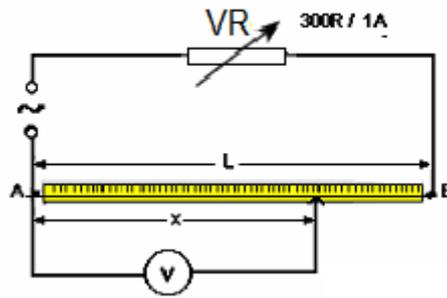

fig.3.
9. Substitua a fonte d.c. por uma fonte a.c., fig.3. A fonte agora é um transformador.